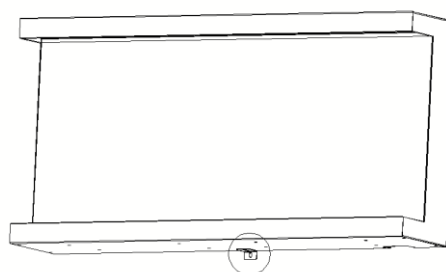

Fig 1-2
B. Bevestig met de eerder verwijderde schroef de L-beugel (**J**) aan de onderkant van de haardkast. **(Fig 1-2)**